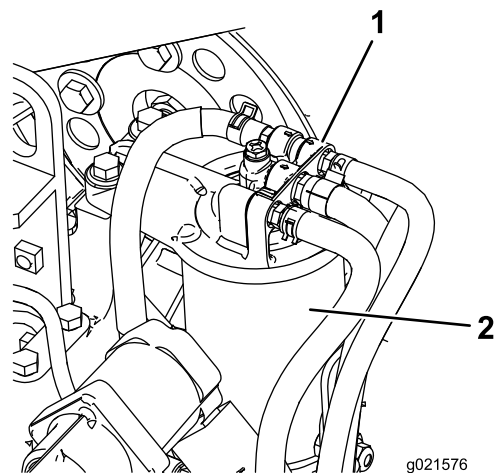

Figure 53
1. Nettoyez la surface autour de la tête du filtre à carburant (Figure 53).
2. Déposez le filtre et nettoyez la surface de montage de la tête du filtre (Figure 53).